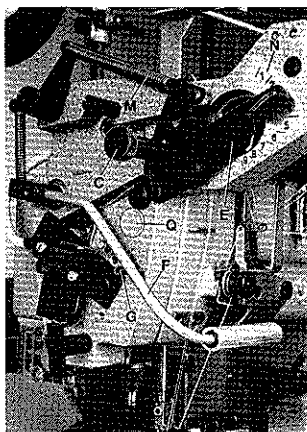

Fig.56
Loosen thumb screw (C, Fig.56) and relocate lever (E) until actuating lever (F) contacts roll pin (G). Retighten thumb screw (C).
Lösen Sie die Rändelschraube (C, Fig.56) und stellen den Kulissenhebel (E) so, daß der Schaltbügel (F) an der Spannhülse (G) anliegt. Ziehen Sie die Rändelschraube (C) an.
The tension is adjustable for accommodation to the different applications and sewing operations. For even flat sewing operations lever (E, Fig. 56) should be set towards "0" on scale (N), while for ruffling operations it has to be set towards "9". For adjustment loosen thumb screw (C) and position lever as required. Retighten thumb screw.
HINT: For attaching harder, less elastic tape a stronger tension spring (M, Fig. 56) is furnished with the accessories of the machine.
Die Spannung ist, zur Anpassung an die unterschiedlichen Anwendungen und Näharbeiten, einstellbar. Für glattes Nähen wird der Kulissenhebel (E, Fig. 56) auf der Skala (N) gegen "0" gestellt, während er zum Rüschen gegen "9" gestellt werden muß. Lösen Sie zur Einstellung die Rändelschraube (C) und verstellen Sie den Hebel entsprechend. Ziehen Sie die Rändelschraube wieder an.
HINWEIS: Zum Annähen von härterem, weniger elastischem Gummiband wird eine stärkere Zugfeder (M, Fig. 56) im Zubehör der Maschine mitgeliefert.